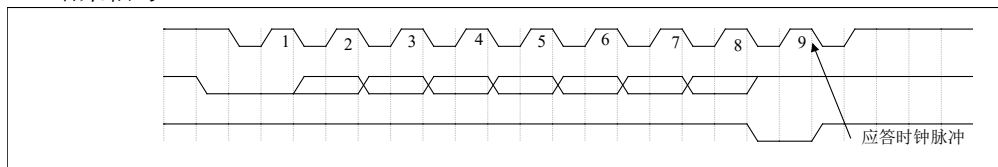
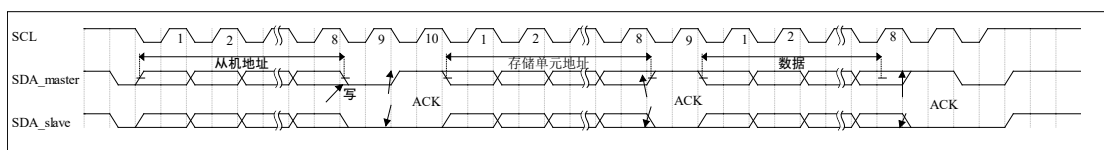
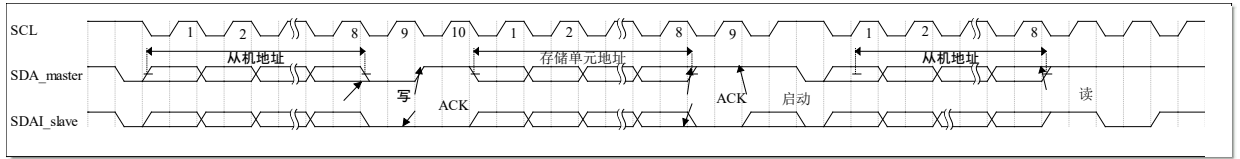
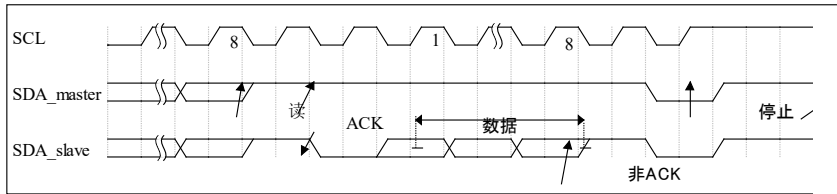

图 12-2 I2C 总线上应答时序图
图 12-3 I2C 写数据时序图
图 12-4 I2C 读指定地址数据的时序图 1
图 12-5 I2C 读指定地址数据的时序图 2 (时序接着上图)
- (1) 总线非忙状态 (A 段)：该段内的数据线 (SDA) 和时钟线 (SCL) 都保持高电平。
- (2) 启动数据传输 (B 段)：当时钟线 (SCL) 为高电平状态时，数据线 (SDA) 由高电平变为低电平的下降沿被认为是“启动”信号。只有出现“启动”信号后，其它的命令才有效。
- (3) 停止数据传输 (C 段)：当时钟线 (SCL) 为高电平状态时，数据线 (SDA) 由低电平变为高电平的上升沿被认为是“停止”信号。随着“停止”信号的出现，所有的外部操作都结束。
- (4) 数据有效 (D 段)：在出现“启动”信号后，在时钟线 (SCL) 为高电平状态时，数据线是稳定的，这时数据线的状态就是要传送的数据。数据线 (SDA) 上数据的改变必须在时钟线为低电平期间完成，每位数据占用一个时钟脉冲。每个数据传输都是由“启动”信号开始，结束于“停止”信号。
- (5) 应答信号：在接收到一个字节的的数据后，通常需要发出一个应答信号。在发出一个字节的的数据后，通常需要接收一个应答信号。发送方在应答时钟脉冲期间释放 SDA 线，接收方拉低 SDA 线，并且在 SCL 的高脉冲期间保持为 0，如图 12-2 所示。I2C 读写控制器必须有产生一个与这个应答位相联系的额外的时钟脉冲。在读操作中，读写控制器对 I2C 完成的最后一个字节不产生应答位，但是会有一个结束信号。
满足启动条件后，从 SDA 线先后串行写入 I2C\_CTRL[i2c\_saddr]，I2C\_CTRL[i2c\_r\_wn]=0 写操作，应答信号，I2C\_CTRL[i2c\_maddr]，应答。重新启动，I2C\_CTRL[i2c\_saddr]，I2C\_CTRL[i2c\_r\_wn]=1 读操作，应答。接收方回复读取的数据 I2C\_CTRL[i2c\_data]，非应答，最后是停止信号。参考图 12-4 和图 12-5。
在数据传输过程中，若没有应答或产生其他错误，i2c\_error 标志将被置位，如果设置 I2C\_CTRL 寄存器中的 i2c\_error\_en 位，将产生中断。图 12-2 是 I2C 应答时序图，图 12-3 和图 12-4 分别是 I2C 的写数据和读指定地址数据的时序图。